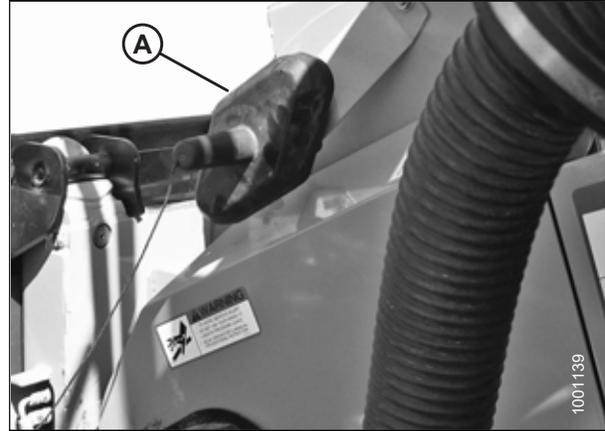

Figure 4.30: Capot du connecteur
- Placez le couvercle de la prise du module de flottement (A) sur la prise de la moissonneuse-batteuse, comme illustré sur la figure 4.30, page 76.